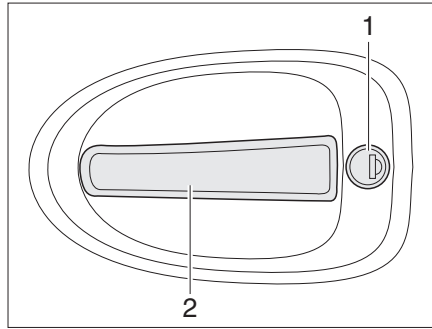

Fig. 35 Serrure de la porte chauffeur, à l'extérieur
- Insérer la clé dans le barillet (Fig. 35,1) et la tourner jusqu'à ce que la serrure de la porte soit déverrouillée.
- Tirer sur la poignée de la porte (Fig. 35,2). La porte est ouverte.
- Insérer la clé dans le barillet (Fig. 35,1) et la tourner jusqu'à ce que la serrure de la porte soit verrouillée.